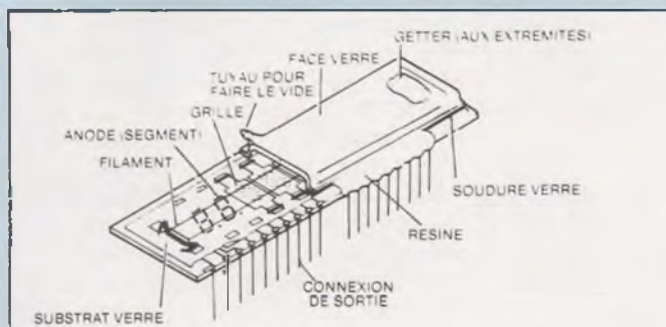

Fig. 2 : Organisation technologique d'un afficheur fluorescent.
Fig. 2 : Utilisation en branchement inversé (B) du primaire à prise écran du transformateur de sortie Millerlioux AH 50B. On obtient ainsi une prise écran à 33 %, ce qui, dans le mode ultra-linéaire, produit une contre-réaction d'écran à taux modéré.
rait sur le primaire et par rapport à l'entrée H.T. de l'enroulement, à environ 66,6 %, ce qui est un peu trop. La figure 2 montre qu'il est possible d'effectuer un branchement inversé du primaire. Ce qui consiste à laisser l'écran relié sur la prise  $2,3 \text{ k}\Omega$ , de relier la H.T. au point  $3,5 \text{ k}\Omega$  et la plaque du tube à l'entrée 0 de l'enroulement primaire. Dans ce cas le secondaire 0-8  $\Omega$  se trouve également inversé, le 0 devenant 8  $\Omega$  et le 8  $\Omega$  le 0. Signalons toutefois que les constructeurs ne respectent pas toujours les polarités du secondaire par rapport au primaire. C'est en fait en appliquant la boucle de contre-réaction que l'on pourra vérifier la polarité du secondaire, un accrochage au moment du branchement de la C.R. indiquant que les polarités du secondaire doivent être inversées.